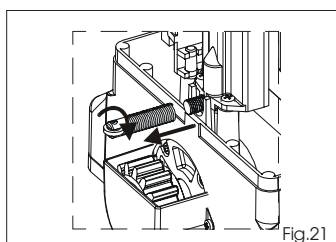

Fig.21
- Pour extraire le ressort, le tourner en **sens des aiguilles d'une montre** et tirer d'après la Fig. 21. L'opération demande une certaine force.